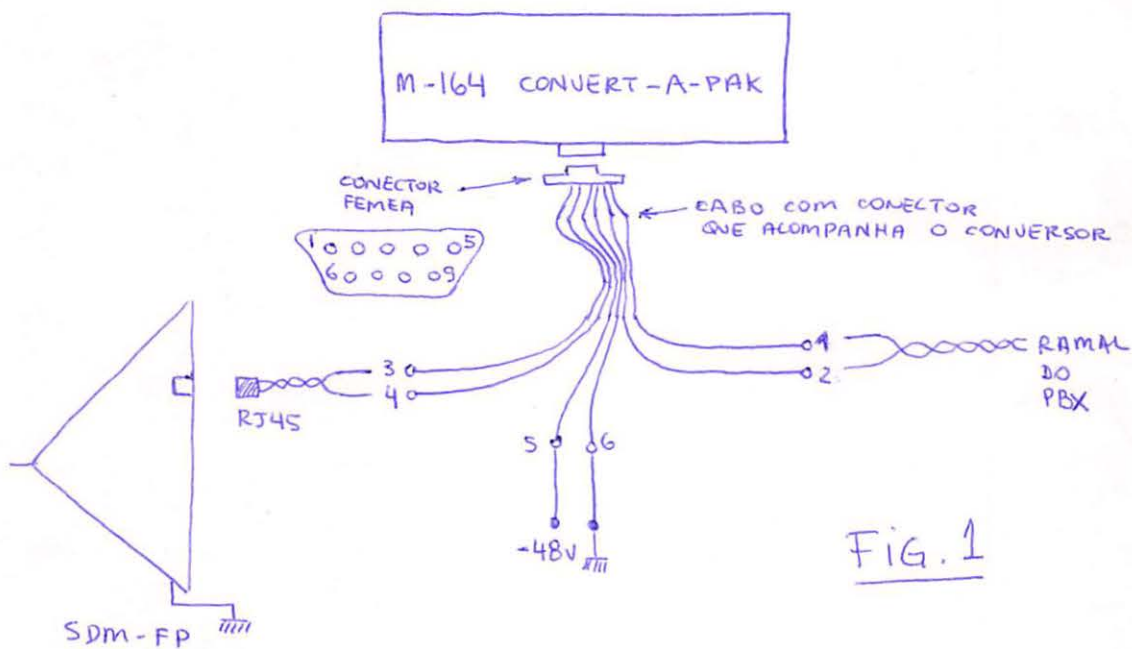

FIG. 1
- ② LIGAR -48V E ZERO NO CONVERSOR. MEDIR A TENSÃO E A POLARIDADE ANTES DE LIGAR. NO CASO DE UMA FONTE INDEPENDENTE, (UMA BATERIA OU UM CONVERSOR 48 VOLTS DC) LIGUE O +48 DA FONTE NO TERRA (PINO 6) E O 0 (ZERO) NO PINO 5 (-48V).
- ③ LIGUE O TERRA DO MUX NO POTENCIAL DO PINO 6. O MUX TEM UM PARAFUSO DE ATERRAMENTO NO PAINEL TRASEIRO.
④ TESTE
- a) ANTES DE LIGAR O RJ45 (FIG. 1) AO MUX, LIGUE UM APARELHO TELEFÔNICO COM DISCAGEM TOM E PULSO SELECIONÁVEL.